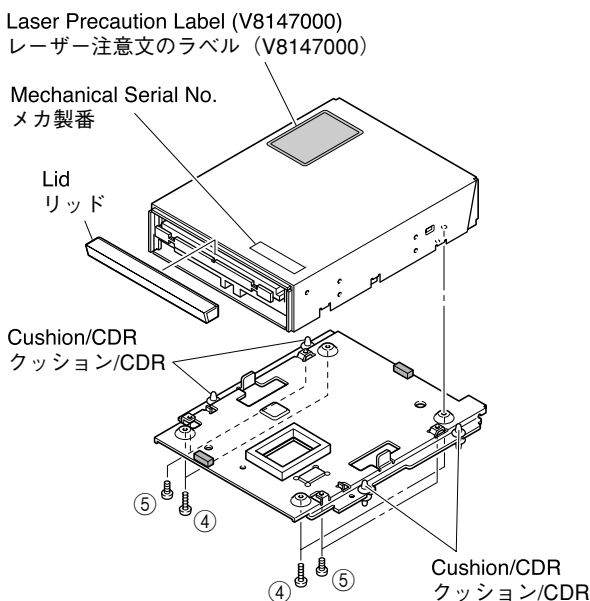

Fig. 4
- When replacing the CDR mechanical unit, be sure to order a laser precaution label and a radiation sheet as spare parts and attach them to the new CDR mechanical unit. (Refer to the figure 4 and 5 in P11.)
- CDRメカユニット交換の際には、レーザー注意文のラベルおよび放熱シートも部品発注して、新しいCDRメカユニットに貼り付けてください。(11ページのFig. 4および5参照)
- Remove 4 screws (④) and (⑤) respectively and then remove the Lower Frame. (Fig. 4)
- Remove the Lid upward. (Fig. 4)
- ④のネジ4本、⑤のネジ4本を外し、下フレームを外します。(Fig. 4)
- リッドを上方へ外します。(Fig. 4)
- Attach the Laser Precaution Label on the upper frame of the new CDR Mechanical Unit. (Fig. 4)
- Fit the Lid to the new CDR Mechanical Unit. (Fig. 4)
- Install the Lower Frame and fix it with 4 screws (④) and (⑤) respectively. (Fig. 4)
At this time, check to make sure that 4 pieces of Cushion / CDR attached to the Lower Frame are fitted in the holes in the chassis properly. (Fig. 4)
- 新しいCDRメカユニットの上フレームに、レーザー注意文のラベルを貼り付けます。(Fig. 4)
- 新しいCDRメカユニットにリッドをはめ込みます。(Fig. 4)
- ④のネジ4本、⑤のネジ4本で、下フレームを取り付けます。(Fig. 4)
このとき、下フレームに付いている4個のクッション/CDRがシャーシの穴に正しく入っていることを確認します。(Fig. 4)